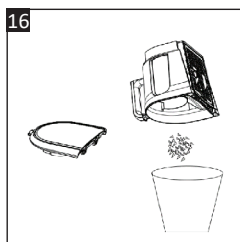

Fig. 16
3. Videz le contenu dans une poubelle (Fig. 16).